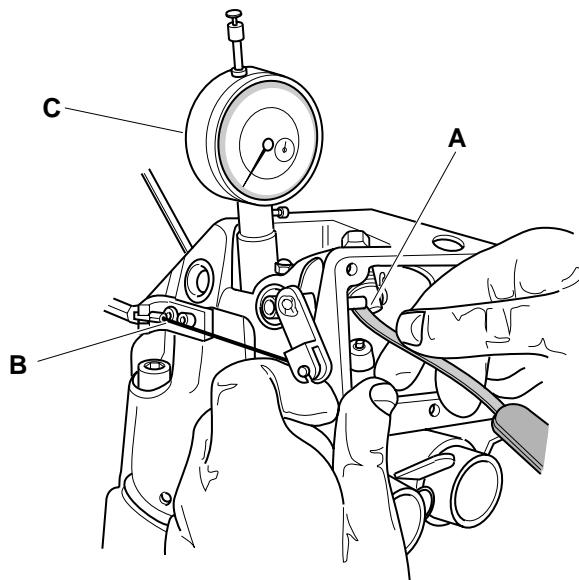

Fig. 47
1. Posizionare il pistone al P.M.S. (punto morto superiore) mediante comparatore "C" (Fig.47);
3. In caso necessitasse procedere alla regolazione con il registro a filo "B" (Fig.47).
1. To place the piston on the P. M. S. by means of comparator "C" (Fig. 47):
3. If necessary proceeding to adjustment with the record at thread "B" (Fig. 47).
1. Den Kolben auf den oberen Totpunkt durch Komparator "C" einstellen (Abb.47):
3. Wenn nötig die Einstellung durch Drahtstellelement "B" vornehmen (Abb.47).
1. Positionner le piston sur le point mort haut par comparateur "C" (fig. 47).
3. Si besoin est, régler avec l'élément de réglage à fil "B" (fig.47).